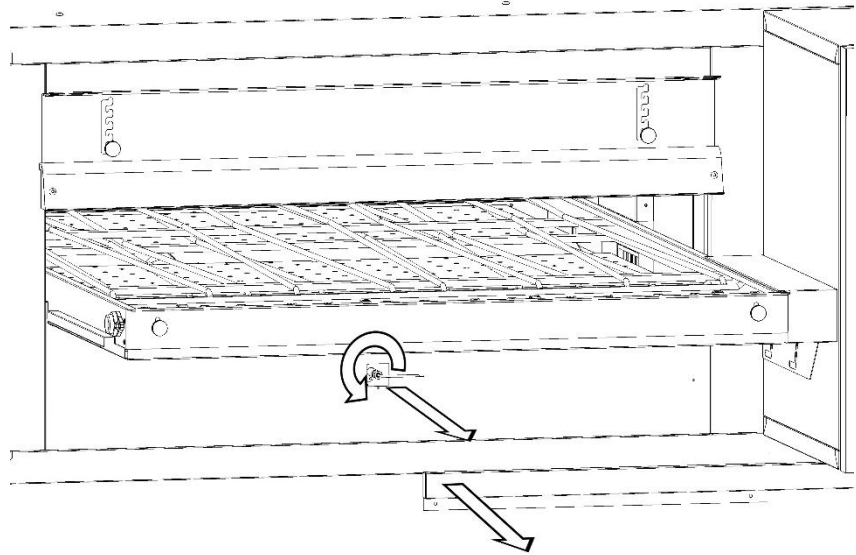

Fig.10B
4. Retirer le carter de protection de la sonde (Fig.10B)..
5. À l'aide d'une clé plate 12 mm, desserrer l'écrou de fixation du support et retirer la sonde (Fig.10B).